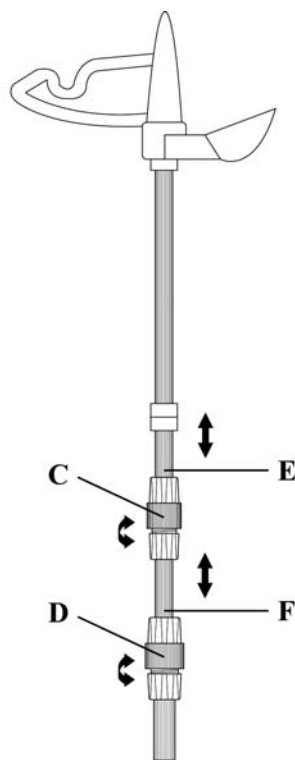

FIGURE 3
3. Dévissez le bouton strié supérieur (FIGURE 3-C) en le tournant dans le sens inverse des aiguilles d'une montre. Tirez la partie supérieure du Manche Télésco- pique (FIGURE 3-E) vers le haut pour le rallonger à sa hauteur maximum. Revissez le bouton strié supérieur.
4. Dévissez le bouton strié inférieur (FIGURE 3-D) en le tournant dans le sens inverse des aiguilles d'une montre. Tirez la partie intermédiaire du Manche Télésco- pique (FIGURE 3-F) vers le haut pour le rallonger jusqu'à sa hauteur maximum. Revisser le bouton strié inférieur.